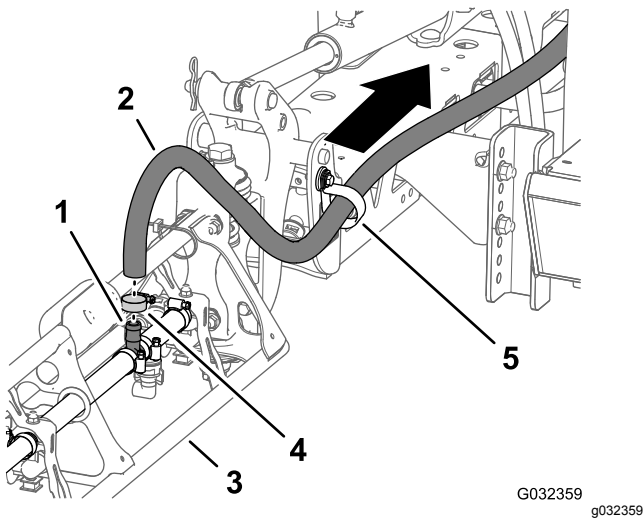

Figure 37
1. Sur la section de rampe extérieure, retirez le collier qui fixe le flexible d'alimentation de la section de rampe au raccord en T cannelé (Figure 37).
- Débranchez le flexible du raccord en T (Figure 37).
- Sortez l'extrémité libre du flexible du collier en R (Figure 37).